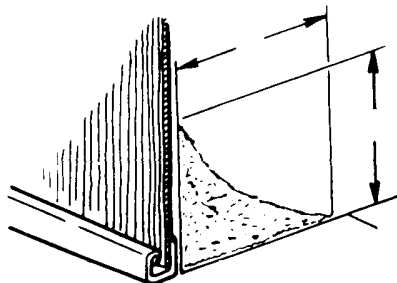

Abb.11
- Legen Sie rund um das Pool am Fuß des Stahlmantels mit dem Sand eine 15 cm hohe und 20 cm breite Hohlkehle an (**Abb. 11**).